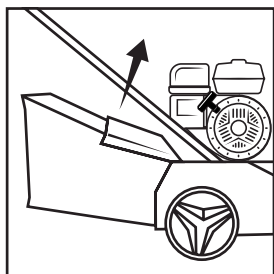

Рис. 25
2. Поднимите крышку травосборника и отсоедините травосборник (Рис. 25, 26).